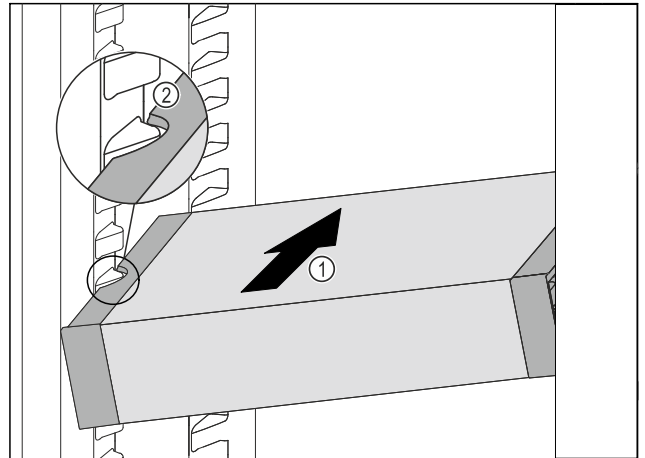

Fig. 86
- ▶ VarioSafe schräg in das Kühlteil einschieben Fig. 86 (1), bis sich die seitlichen Aussparungen Fig. 86 (2) des VarioSafes auf Höhe der Behälterrippe im Kühlteil befinden.